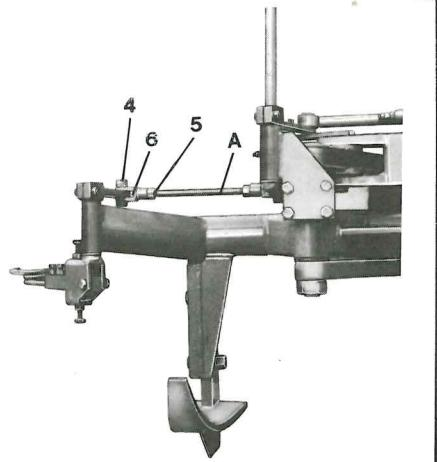

FIG. 8
REGOLAZIONE DISTANZA, FRA LE PIANTE E ZONA LAVORO, DIVERSA DAL NORMALE (fig. 8).
For Mod. Z 180 C and Z 130-155-180 L, loose nut 5 (fig. 8), remove spring retainer 4, act on fork 6. To increase shifting unscrew fork 6 on rod "A".
- Pour les Mod. Z 180 central et Z 130/155/180 lateraux desserrer l'écrou 5, dévisser le arrêt à ressort 4, déplacer la fourche 6. Pour s'éloigner de la plante dévisser la fourche 6 en augmentant la longueur de la barre A. Pour s'approcher de la plante réduire la barre A en vissant la fourche. Rebloquer l'écrou 5, reinsérer la fourche 6 et remettre le arrêt à ressort 4 (fig. 8).